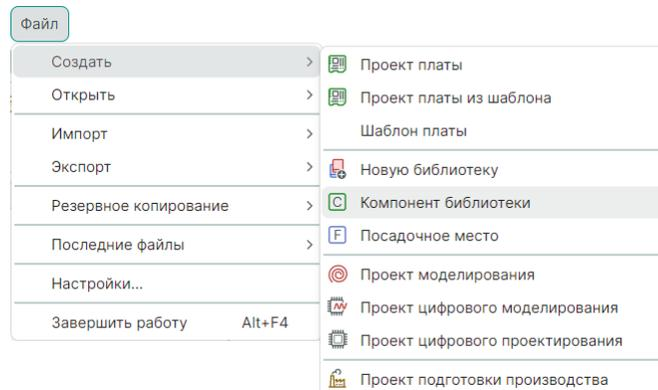

Рис. 202 Создание компонента из главного меню
1. Выберите в главном меню «Файл» → «Создать» → «Компонент библиотеки», см. Рис. 202.